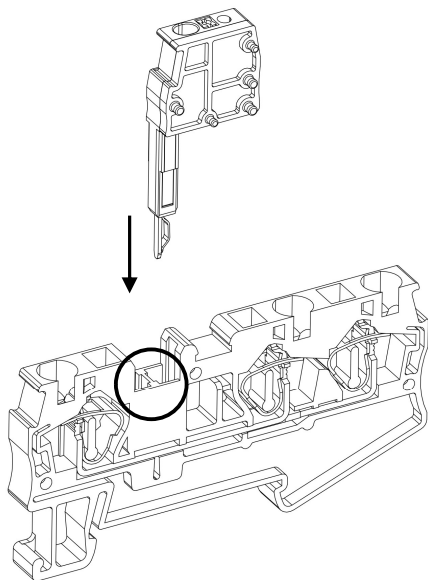
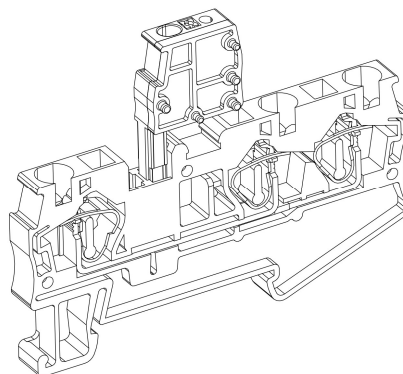

Рисунок 11 – установка тестового штекера
Рисунок 12 – установленный тестовый штекер
- Для установки тестового штекера вдавите его до упора в функциональное отверстие (рис. 11; рис. 12).